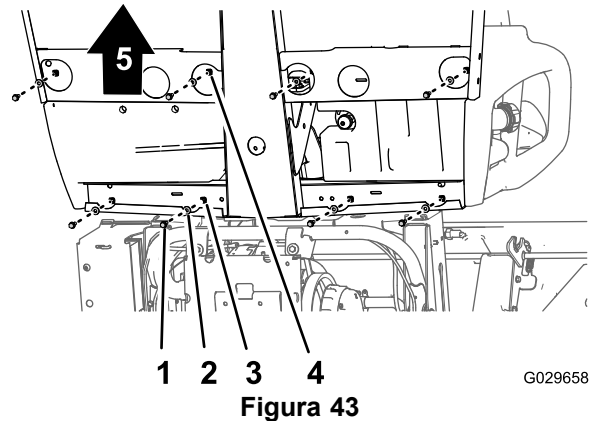

Figura 43
1. En la parte inferior de la máquina, retire los 8 pernos con arandela prensada y las 8 arandelas que sujetan la base de los asientos a la chapa de suelo y al perfil trasero de la cabina (Figura 43).
2. Levante cuidadosamente el asiento, la base de los asientos y los cables del freno de estacionamiento de la máquina (Figura 43).
1. Levante los asientos y la base de los asientos, colóquelos en la máquina y conecte los cables de freno al chasis (Figura 43 y Figura 44).
2. Alinee los taladros de la base de los asientos con los taladros de la chapa de suelo y del perfil trasero de la cabina (Figura 43 y Figura 44).